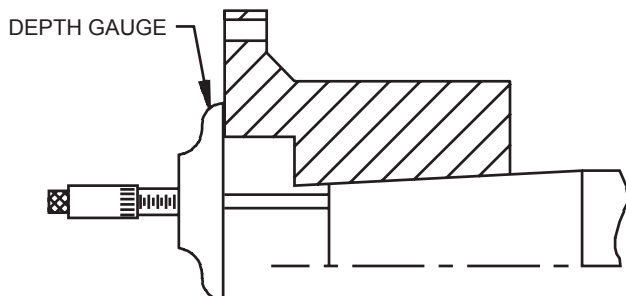

Figure 1. Measuring Hub Overhang
2.7 Sistemare il mozzo nella posizione appropriata sull'albero. Mantenere in posizione il mozzo durante la fase di raffreddamento. Nel caso di mozzi conici, verificare lo stato di avanzamento del mozzo (Vedi Figure 1 e 2) e installare il dado di fermo dell'albero. Rimuovere il collare aperto dall'albero.